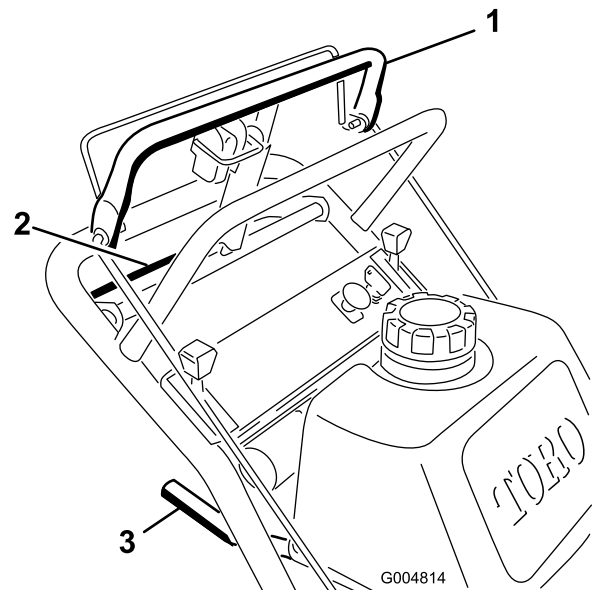

Figura 9
1. Para ir hacia adelante, mueva la palanca de cambio a una marcha hacia adelante (Figura 9).
3. Presione lentamente la barra de control superior para ir hacia adelante (Figura 9).
Para ir en línea recta, aplique la misma presión a ambos extremos de la barra de control superior (Figura 9).
Para girar, libere la barra de control superior en el sentido en que desea girar (Figura 9).
3. Apriete lentamente la barra de control inferior y el manillar para ir hacia atrás (Figura 9).
7. Al mismo tiempo, engrane la barra de control inferior y levante el manillar para pasar el bordillo (Figura 9 y Figura 10).
4. Al mismo tiempo, engrane la barra de control inferior y levante el manillar inferior (Figura 9 y Figura 10).